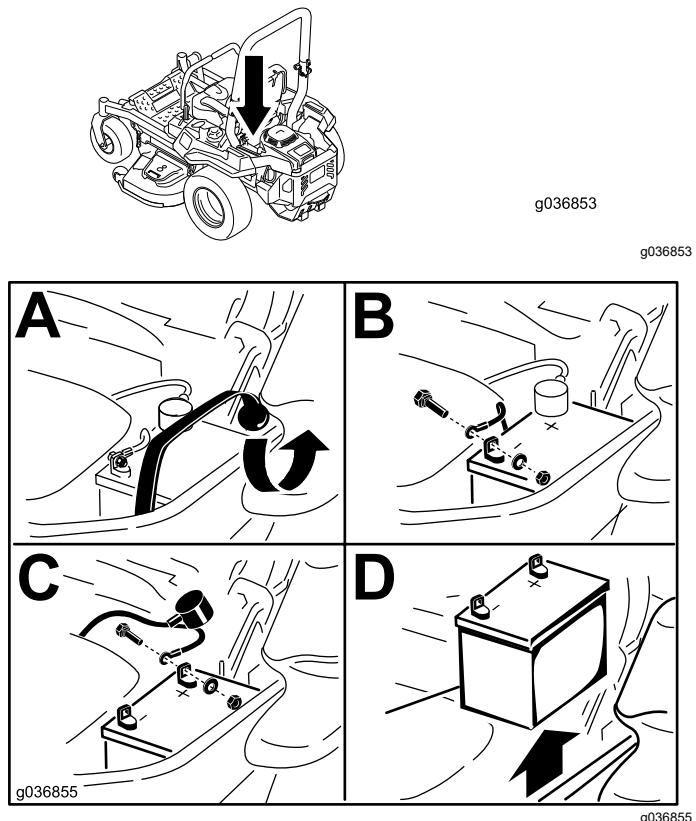

Figura 77
3. Retire la batería, según se muestra en Figura 77.
- Coloque la batería en la bandeja, con los bornes frente al depósito de aceite hidráulico (Figura 77).
- Fije los cables con 2 pernos, 2 arandelas, y 2 contratuerzas (Figura 77).
- Fije la batería con la correa de goma (Figura 77).